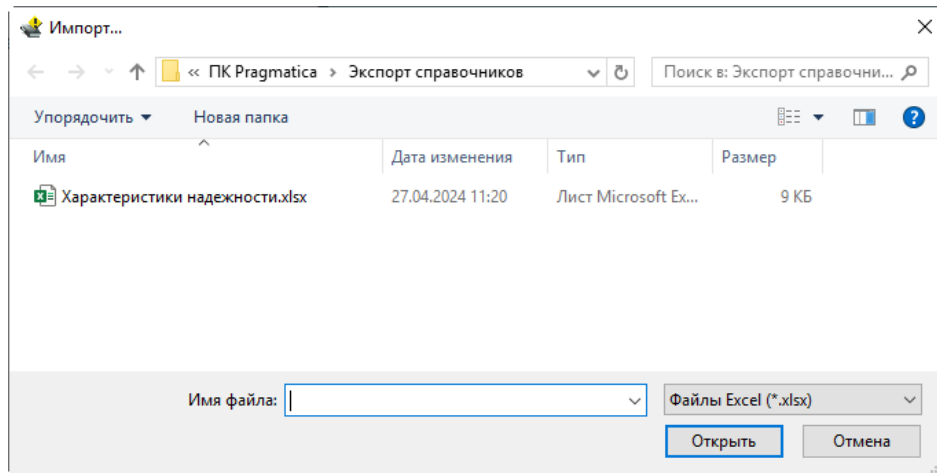

Рисунок 113 – Выбор файла с элементами справочника
2) В стандартном окне «Импорт...» выбрать необходимый файл из папки его размещения и нажать на кнопку «Открыть» (рисунок 113).